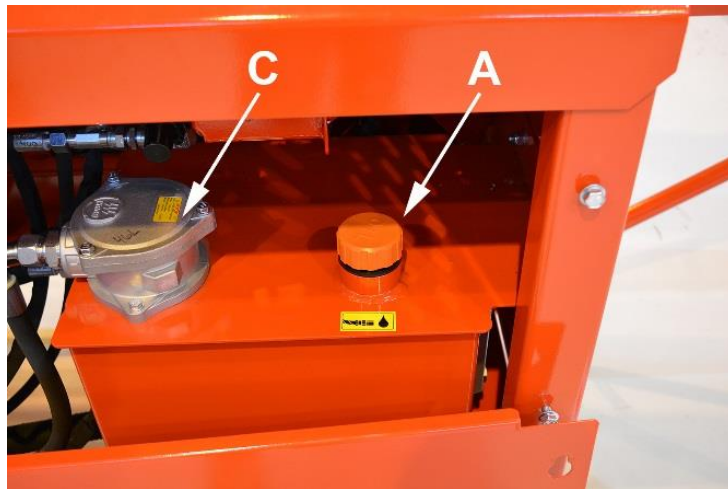

Bild 28
2. Öppna hydrauloljebehållarens påfyllningskork A på bild 28 (oljan rinner lättare ur behållaren).
4. Öppna locket till hydraulfiltret C på bild 28 och byt filtret.